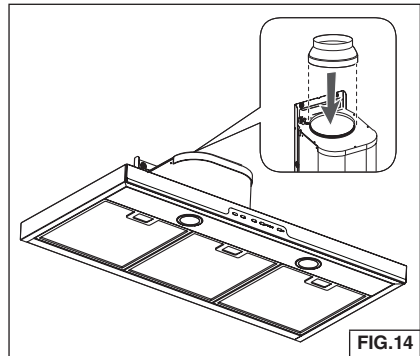

FIG.14
2. Fije el adaptador de 5" a 6" a la descarga del soplador y coloque cinta adhesiva de aluminio en la junta. Fig. 14.